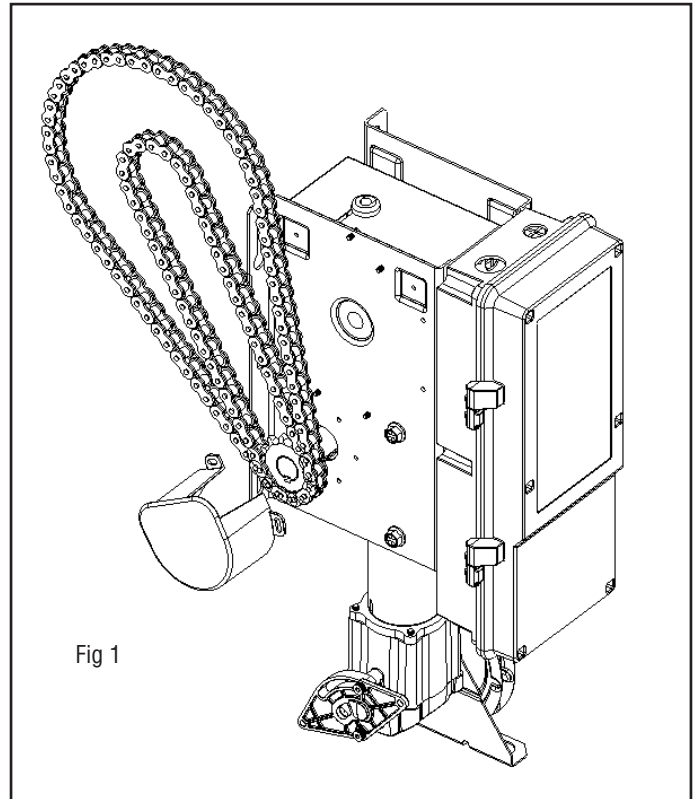

Fig 1
3. Position the Chain Guard over the operator sprocket and chain. Align the chain evenly with the openings in the Chain Guard. (See Fig 1.)
3. Positionnez le protège-chaîne sur le pignon de l'opérateur et la chaîne. Alinez la chaîne uniformément avec les ouvertures du protège-chaîne. (Voir Fig. 1.)